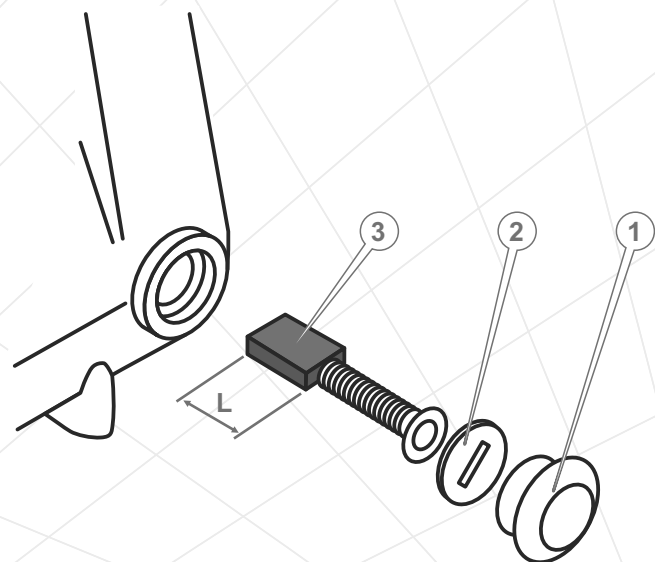

Рисунок 9
3. С помощью ножа или стамески откройте защитный колпачок (1) (см. рис. 9) (с обеих сторон электропривода) и вывинтите уплотнительную пробку (2).